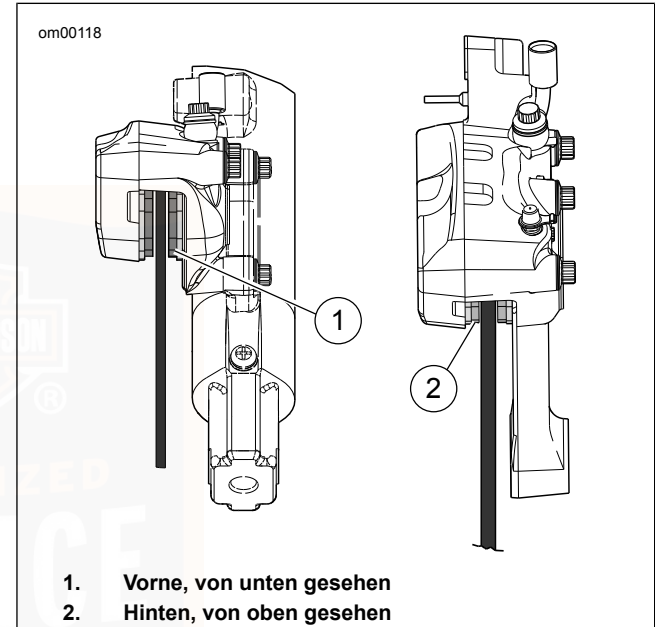

Abbildung 62. Bremsbelagmaterial
2. Siehe Abbildung 62. Die Dicke des Reibbelagmaterials im Bremsbelag messen.